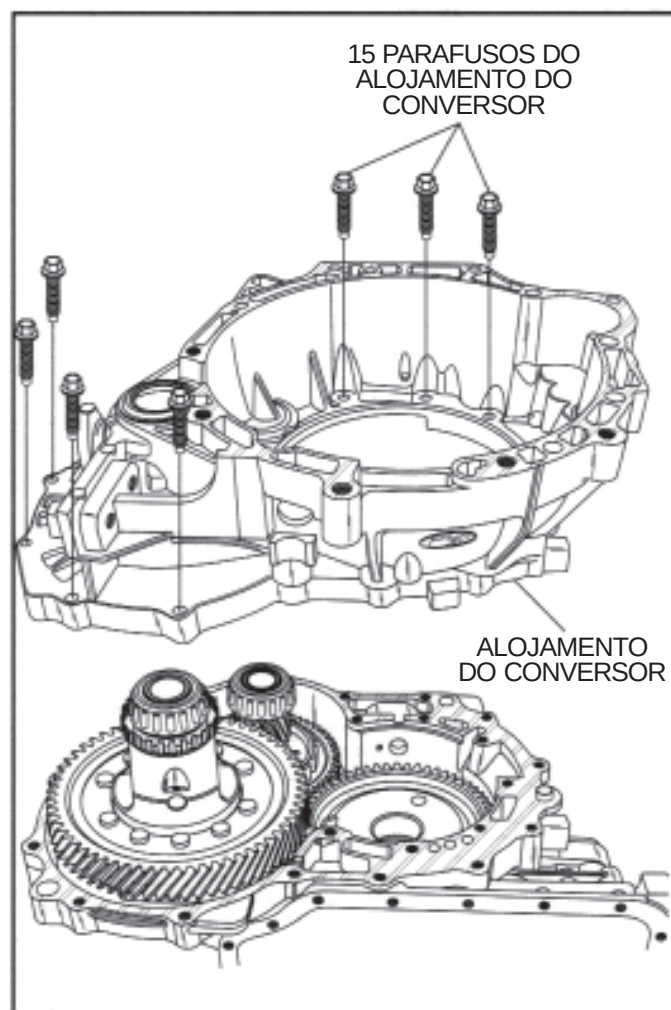

Figura 48
47. Remova os 15 parafusos do alojamento do conversor (Vide Figura 470, e retire o alojamento do conversor da carcaça, conforme ilustrado na Figura 48.